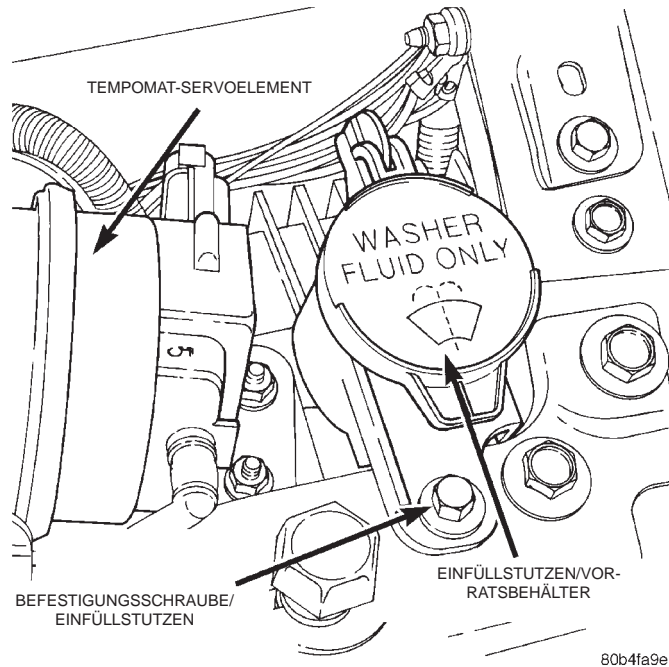

Abb. 3 Befestigungsschraube-/Einfüllstutzen des Vorratsbehälters
(5) Hinter den Vorratsbehälter greifen und den Einfüllstutzen von der Rückseite des Vorratsbehälters abziehen.
(6) Die Schraube lösen, mit welcher der Einfüllstutzen am Vorratsbehälter befestigt ist (Abb. 3).